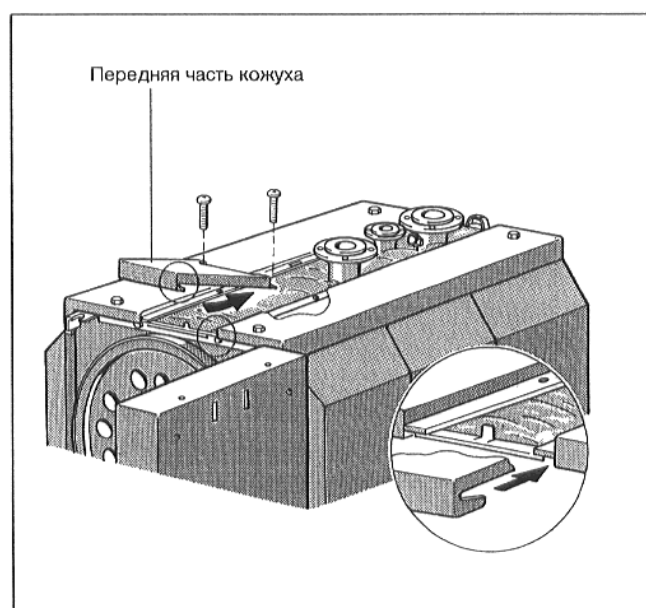

Рис. 18
- Вставить переднюю часть кожуха сзади, чтобы оба шлица спереди справа и слева зафиксировались в окантовке траверсы, а также правой и левой боковых частей кожуха (Рис. 18).
- Привинтить переднюю часть кожуха 2 самонарезными винтами (Рис. 18).